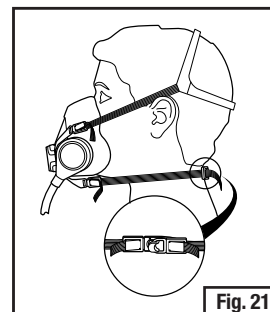

Fig. 21
4. Tome las bandas inferiores con ambas manos y colóquelas en la parte trasera del cuello y engánchelas juntas (Fig. 21).